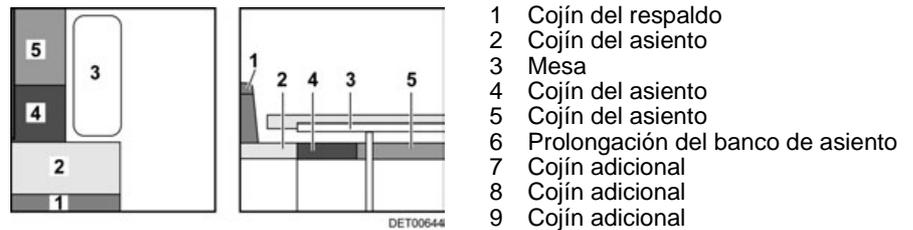

Fig. 142 Antes de la transformación
- Transformar la mesa (Fig. 142,3) en base de cama (véase apartado 7.7).